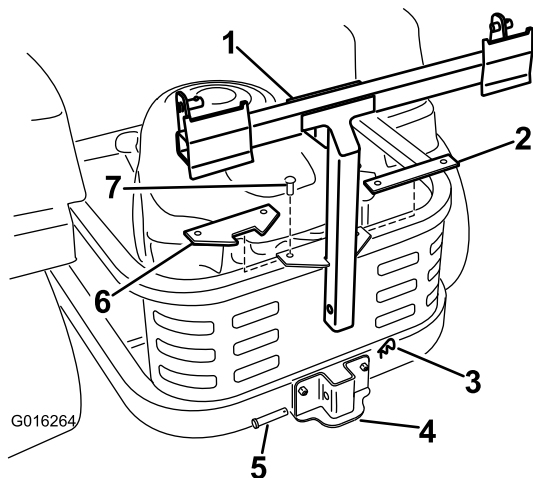

Figura 5
4. Instale la placa espaciadora achaflanada nueva según se muestra en Figura 5 usando las fijaciones retiradas anteriormente.
5. Instale el bastidor del ensacador en el soporte. Sujete el bastidor del ensacador con un pasador (1/2 x 2-1/4 pulgadas) y una chaveta (Figura 5).